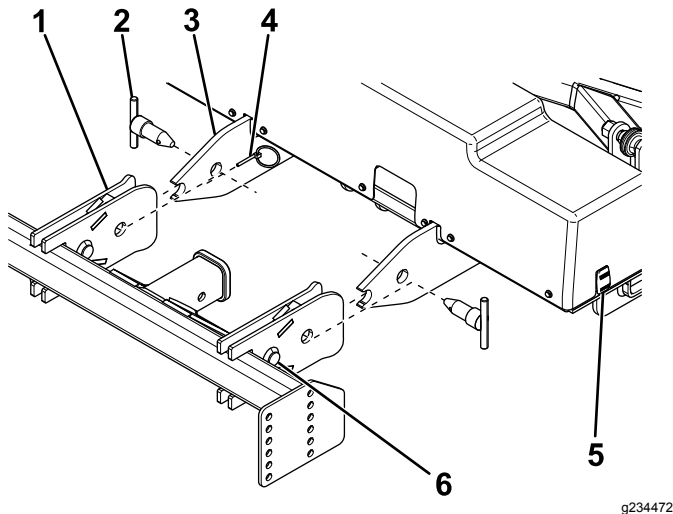

Figure 22
- Utilisez l'interrupteur de coupleur pour abaisser ou lever la lame à la hauteur souhaitée, puis reculez lentement jusqu'à ce que les bras de fixation touchent la goupille du soubassement (Figure 22).
- Insérez les goupilles de fixation dans les trous des bras de fixation et du soubassement, et fixez-les à l'aide d'une cheville (Figure 22).